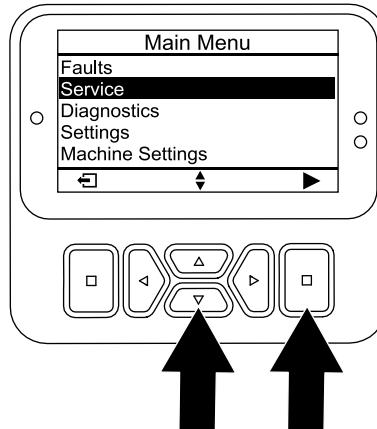

Figura 105
3. Pulse el botón abajo hasta que se seleccione la opción SERVICE (Mantenimiento) y pulse el botón de selección (**Figura 105**).